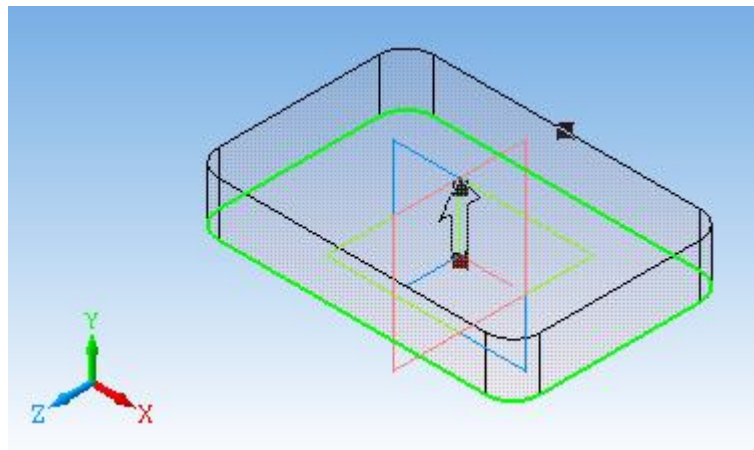

Рис. 8.3
5. В *Инструментальной панели* выбрать окно  *Редагування деталі* -  *Операция выдавливания*. На *Панели свойств* задать відстань 20 (рис. 8.3). Зафіксувати команду, клацнувши по значку  *Створити об'єкт*.